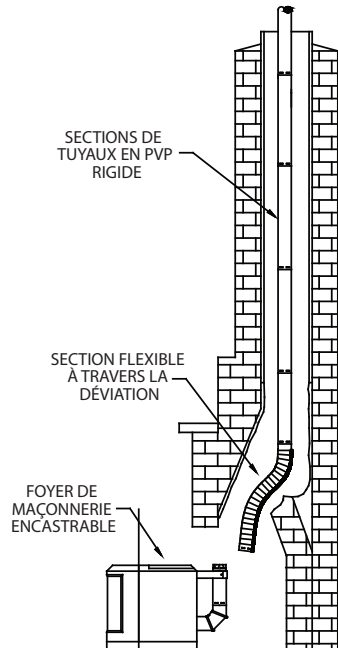

Figure 19
7. Répéter cette opération pour les autres sections de tuyau, et introduire l'assemblage vers le bas dans la cheminée comme illustré à la (**Figure 19**). Le descendre sous sa position normale afin de raccorder le tuyau flexible au tuyau de l'appareil. Il pourrait être nécessaire de nouer une corde à la section supérieure pour pouvoir le remonter plus tard.